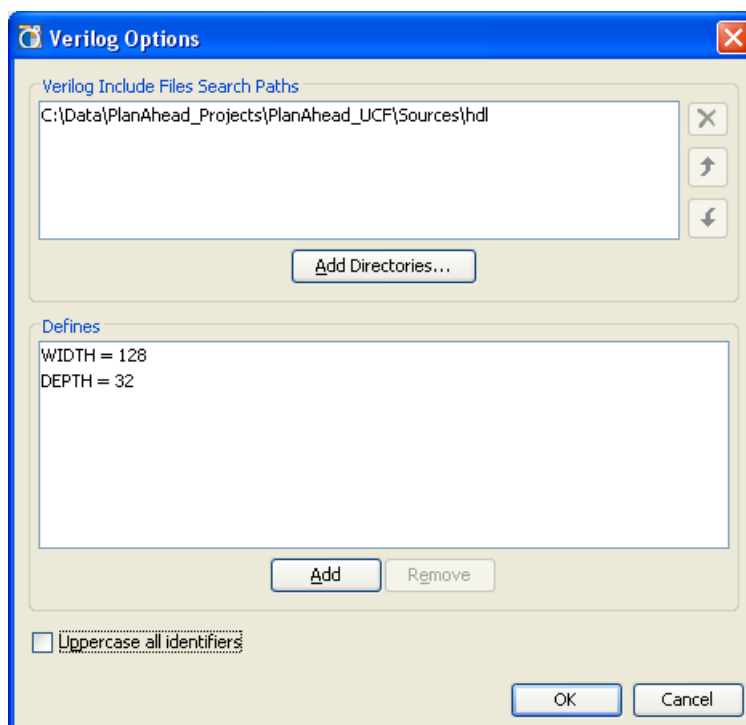

図 3-47 : Verilog オプション
- [Verilog Options] : 下記に定義されるとおりに Verilog オプションを指定します。これらのオプションは [Verilog Options] ダイアログ ボックスで定義します (104 ページの図 3-47)。